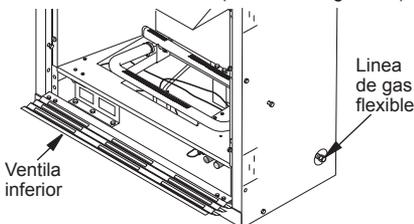

Figura 15 - Ubicación del tubo de gas flexible (modelos con inicio remoto mostrada)
1. Abra la ventila inferior (consulte la figura 15).
AVISO: la mayoría de los códigos para inmuebles no permiten conexión de gas ocultas. Se proporciona un tubo flexible de gas para permitir accesibilidad desde la chimenea (consulte la figura 15). La conexión del tubo flexible de suministro de gas para la válvula de cierre del equipo debe ser de fácil acceso.